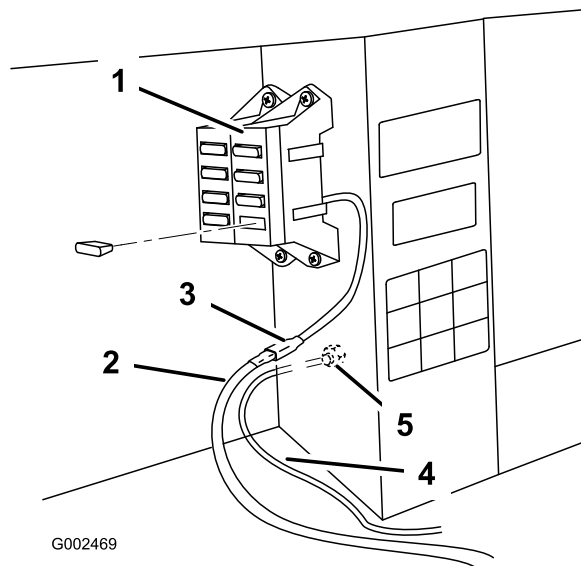

Bild 23
2. Schließen Sie den Ring am schwarzen Draht an die Erdungsschraube an (Bild 23).